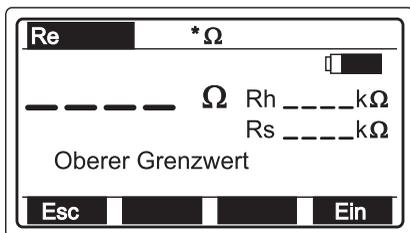

Bild 21: Einstellmenü die Grenzwerte
- Zur Einstellung des Grenzwertes zuerst die Funktionstaste F2 (GW) drücken, um in das Einstellmenü für die Grenzwerte zu gelangen, siehe Bild 21.